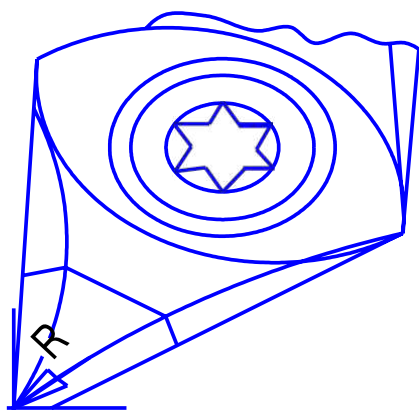

Рис. 13. Радиус и теоретическая вершина
- Вершина резца определяется по данным измерений только в двух точках (тангенциально к оси X и Z). Таким образом, коррекция на размер инструмента описывает только теоретическую вершину резца (рис. 13), которая находится на запрограммированной траектории.